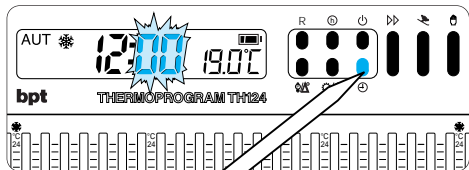

Fig. 15
**5.1** - Premere il pulsante  $\omin�$  (fig. 15).